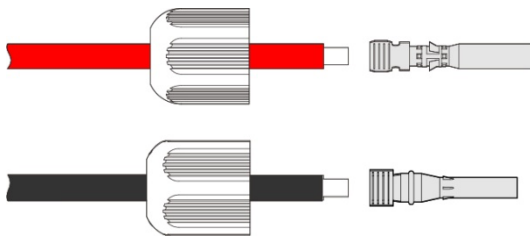

Figura3-17 Crimpe os terminais de metal
- Etapa 2 Solte as porcas de segurança dos conectores positivos e negativos, passe os fios positivos e negativos pelas contraporcas correspondentes e crimpe os fios positivos e negativos nos terminais metálicos positivos e negativos, respectivamente e depois verifique se os fios positivos e negativos estão crimpados firmemente, como exibido na Figura3-17.